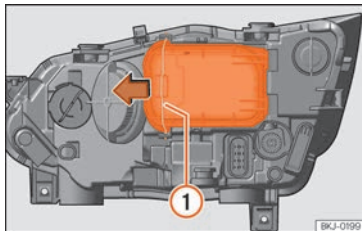

Fig. 104 En el vano motor: retirar la tapa.
- Desplace el tirante »» **fig. 104** ① en el sentido de la flecha y saque la tapa.